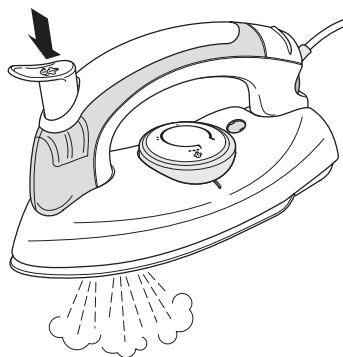

Figure 4
6. Pendant le repassage, enfoncez vigoureusement le bouton Vapeur pour donner un coup de vapeur (voir la figure 4).